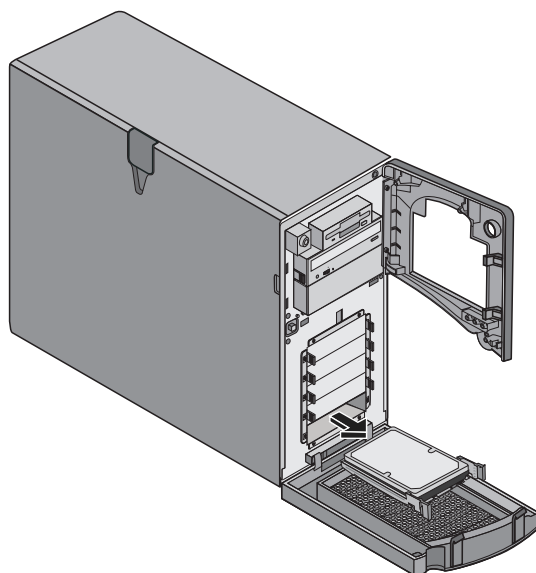

图 2-8：卸下冷交换硬盘驱动器
6. 用手托住驱动器底部，同时缓慢地拉出驱动器。请参阅图 2-8。